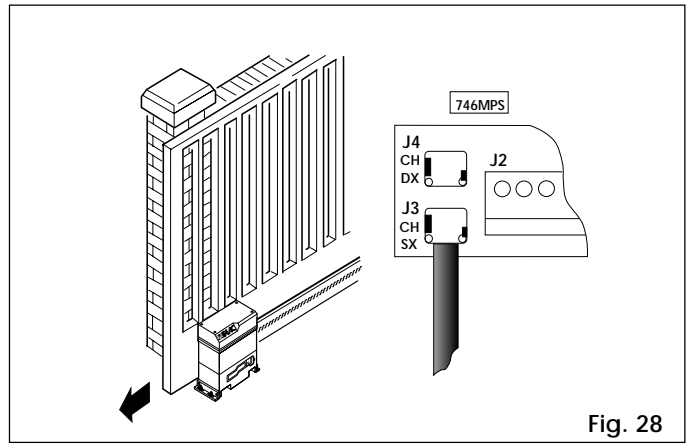

Fig. 28
- 1) Relier le connecteur du fin de course sur la platine électronique 746 MPS en fonction du sens de fermeture du portail. (voir § 5.2.3. et Fig. 28/29).